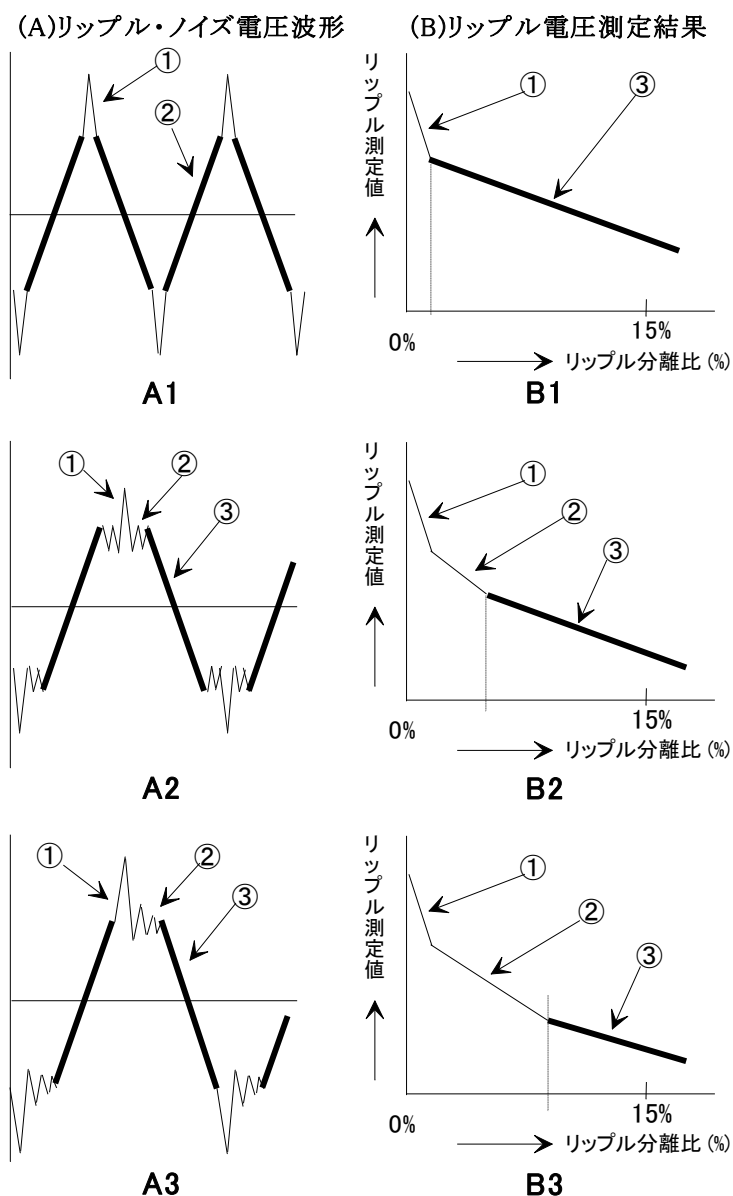

図 2.4 リップル分離比説明図
まず、代表的なリップル・ノイズ電圧波形 A に対するリップル電圧測定 B をリップル分離比設定毎に表すと図 2.4 のような傾向になります。リップル分離比の変化に対するリップル測定値を見ると、0% 時にはスパイクノイズの先端をとらえて一番大きな値を示し、分離比の増加と共に急激な傾斜で降下する①の部分があります。また、分離比をどんどん増加させていくと、最終的には一番ゆるい傾斜を示す③の部分になります。